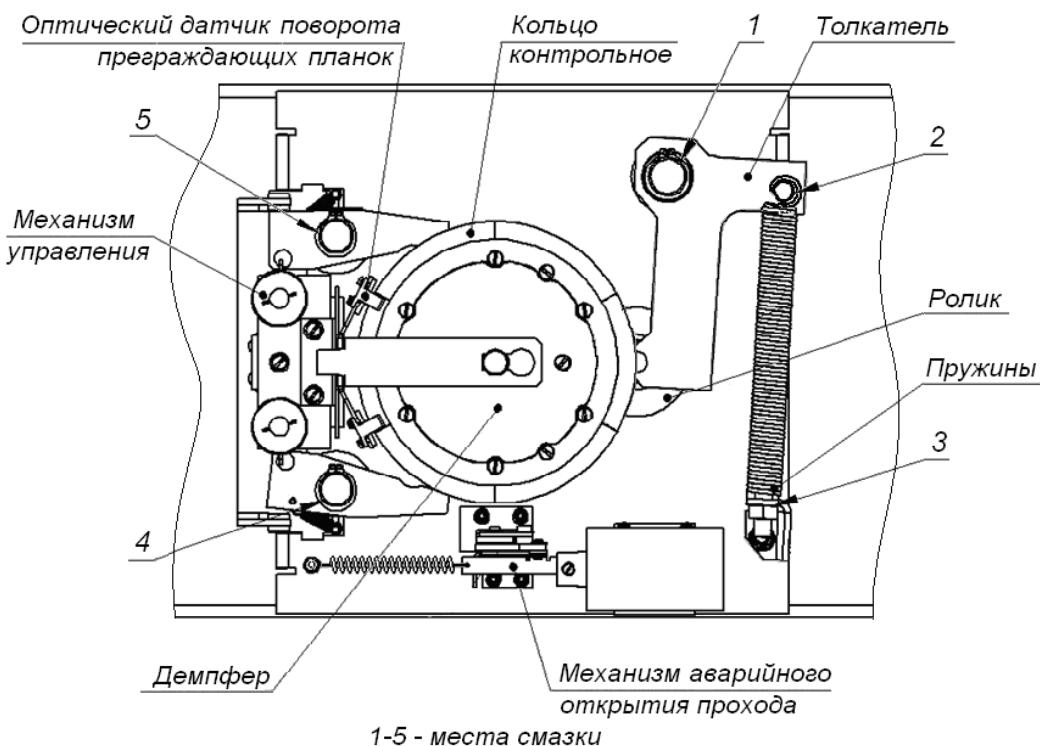

Рисунок 16. Расположение внутренних деталей и узлов стойки ЭП
4. Снимите крышку (3) в порядке, указанном в разд. 6 и положите ее на ровную устойчивую поверхность.
5. Осмотрите устройствоворота (толкатель, пружины и ролик), оптические датчики поворота преграждающих планок и демпфирующее устройство (см. рис. 16).
- смазкой типа **Chain and Rope Lube Spray - WEICON** оси вращения рычага толкателя (1, рис. 16) ролика и стопоров (4, 5, рис. 16);
- смазкой ШРУС-4 точки крепления пружин доворота (2, 3, рис. 16).
9. Проверьте крепление преграждающих планок (4) в шарирных узлах турникета и, при необходимости, подтяните крепежные винты.